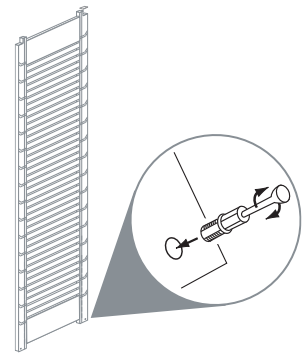

FIG. 3.1
2. Installer les boulons de came à leur place au bas des montants de la Tour jusqu'à ce qu'ils soient serrés. (Fig. 3.1)